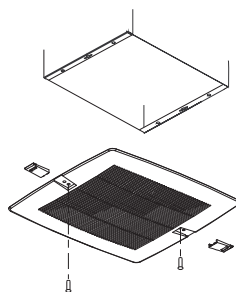

Figure 6 — Pose de la grille
3. Enfiler les couvre-vis sur les vis de fixation, voir Figure 6.